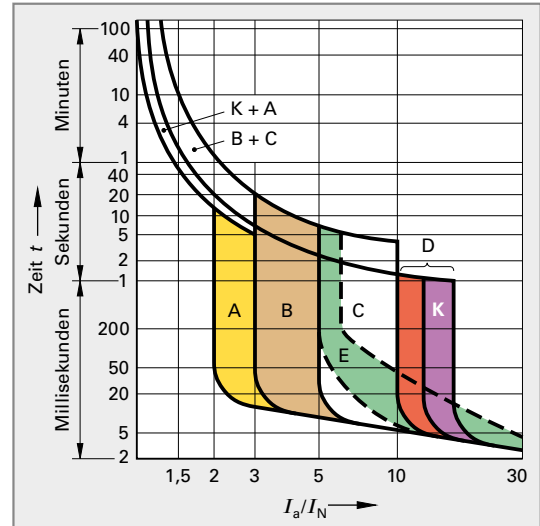

Bild 1: Auslösebander von Leitungsschutzschaltern
6. Ein Leitungsschutzschalter 4 A Typ C löste bei achtfacher Bemessungsstromstärke aus (Bild 1). Welcher Auslösemechanismus (thermisch, elektromagnetisch) reagierte am schnellsten?